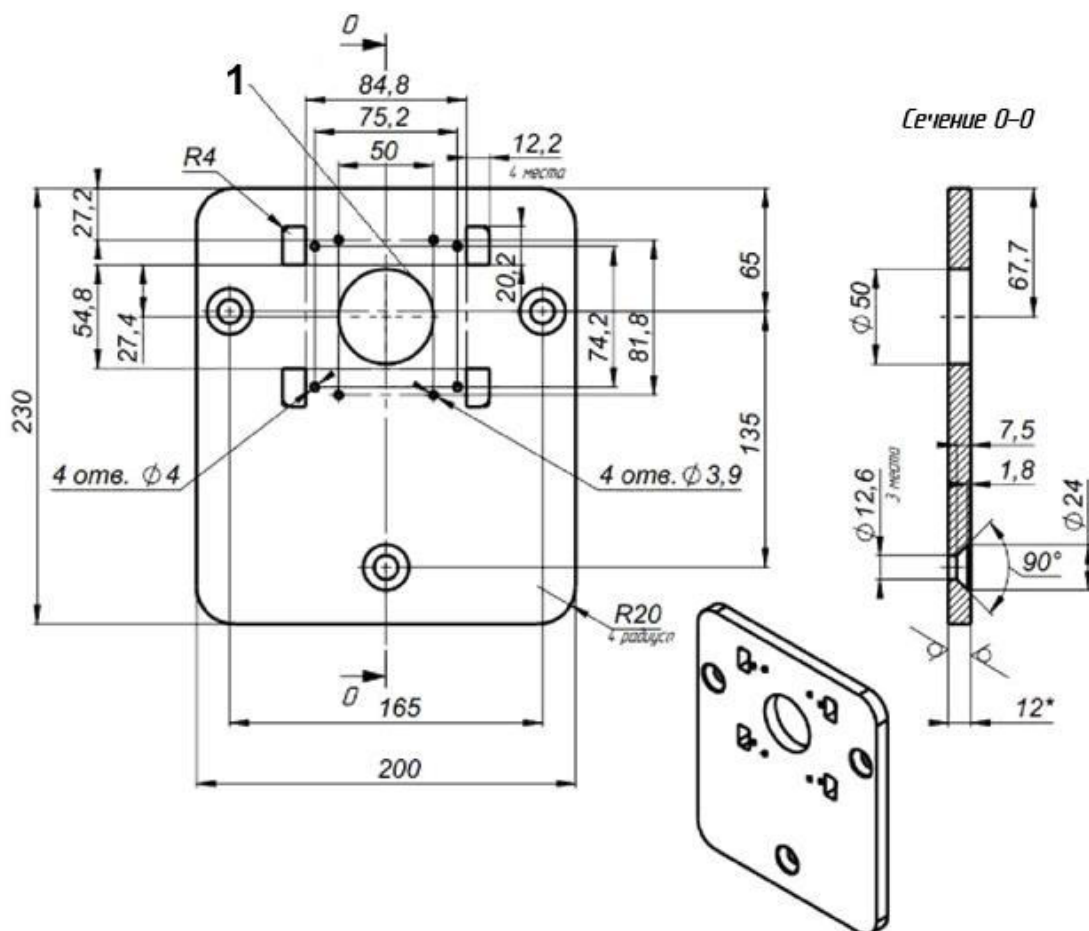

Рисунок 5 – Установочные размеры площадки турникета
4.2.4 Рисунок 5 – подводу кабелей производить через отверстие (1) в нижней плите стойки турникета.